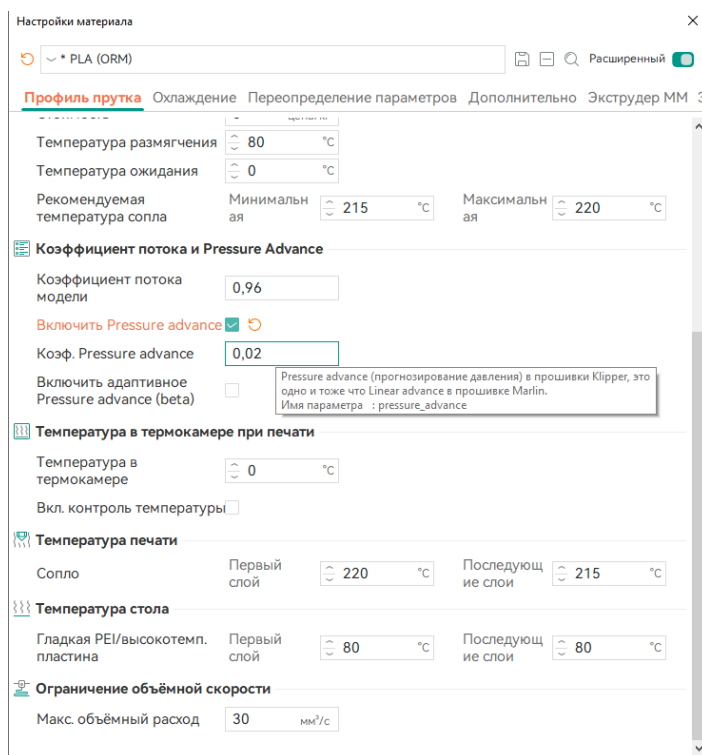

Рисунок 4 — окно «Настройки материала», вкладка «Профиль прутка»
- введите полученное значение в поле «Коэф. Pressure advance» (рисунок 4) и сохраните профиль.